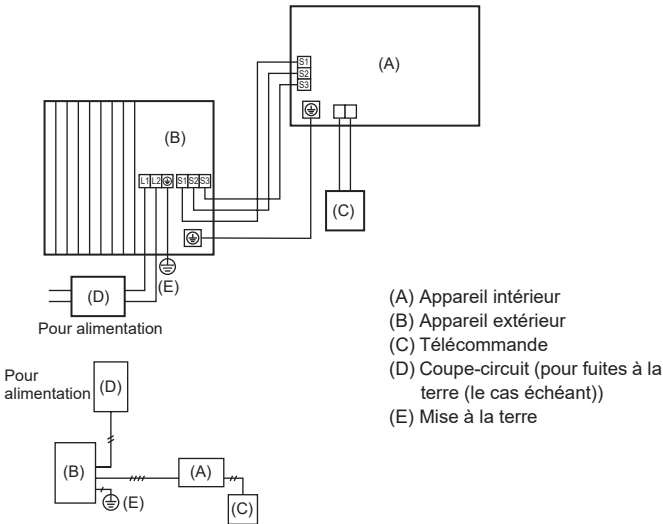

Fig. 6-1
6.1. Appareil extérieur (Fig. 6-1, Fig. 6-2)
- (1) Retirer le panneau de service.
(2) Effectuer le câblage conformément aux figures 6-1 et 6-2.